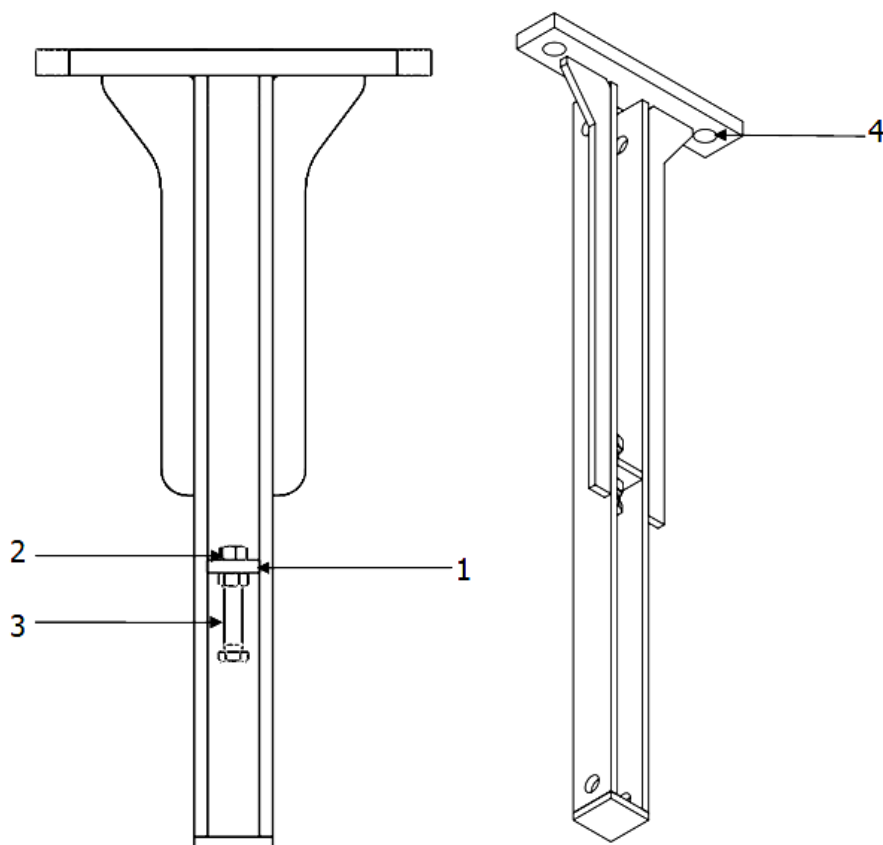

Рисунок 8.2. – Механизм пружинной балансировки моста
Механизм пружинной балансировки моста представляет собой кронштейн (рис.8.2), в стойке которого установлен пластик (1). В пластике имеется отверстие, через которое проходит болт (3), фиксирующийся гайками (2). Болт устанавливает ограничение угла опускания платформы. Чем больше болт выступает над пластиком, тем меньше угол отклонения платформы от горизонтали. Высота болта регулируется гайками. В верхней части кронштейна расположена планка, имеющая 2 отверстия (4). В отверстия вставляются шпильки пружин и фиксируются гайками, затяжкой гаек регулируется натяжение пружин. Регулировка осуществляется до тех пор, пока работоспособность не будет отвечать требованиям п. 10.4. МП поступает к потребителю в собранном виде с настроенным механизмом пружинной балансировки. Самостоятельная настройка необходима после замены пружины или в случае неудовлетворительных результатов проверки работоспособности.